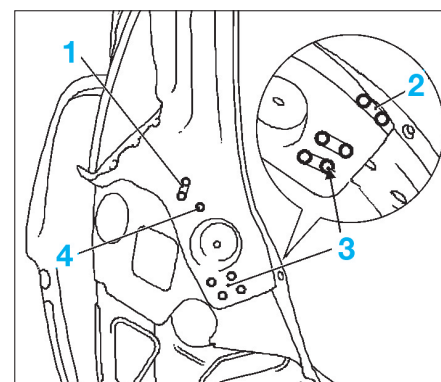

FIG. 113
- Rejoindre les trous des points de soudure (1), (2) et (3) en trous oblongs (fig. 113).
- Agrandir le trou (4) en trou oblong de 6 à 8x20 mm.